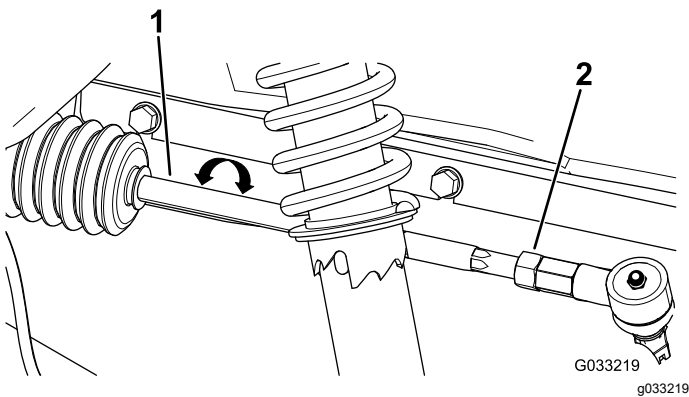

图 60
4. 如果测量值超出 06mm 应松开横拉杆外端的锁紧螺母 (图 60)。